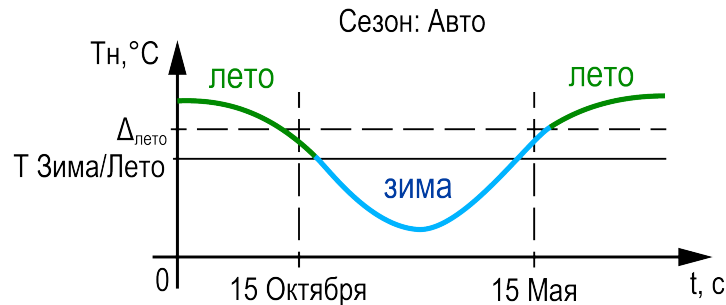

Рисунок 10.4 – Определение сезона
- параметр **Переход: Авто** — к условию перехода между режимами в ручном режиме добавляется условие автоматического перехода (см. рисунок 10.4). Условие перехода в **Лето**: среднесуточная температура наружного воздуха стала выше значения установленного в параметре **Уставка лето** на 3 градуса (не редактируемая величина) и текущая
дата находится в диапазоне между датой включения режима **Лето (Вкл)** и датой выключения (**Выкл**). Условие перехода в **Зиму**: среднесуточная температура наружного воздуха стала ниже значения установленного в параметре **Уставка лето** и текущая дата находится в диапазоне между датой выключения режима **Лето (Выкл)** и датой включения (**Вкл**). На рисунок 10.4 в качестве примера изображается 15 октября (дата перехода из Лета в Зиму) и 15 мая (дата перехода из Зимы в Лето).